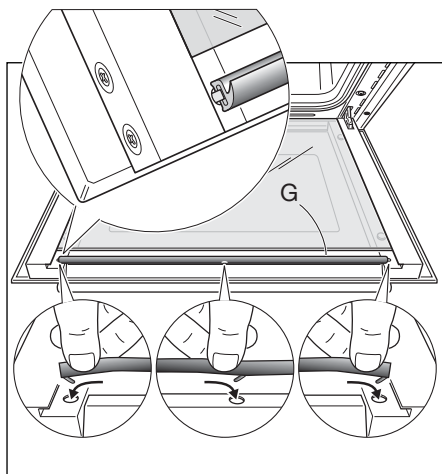

Figura 43e
- Rimontare la tenuta "G" agganciando i tre ganci di fissaggio. Assicurarsi che sia stata inserita in modo corretto (Figura 43e).